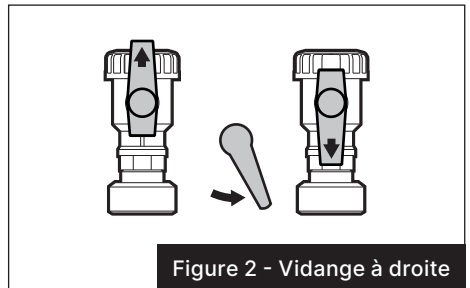
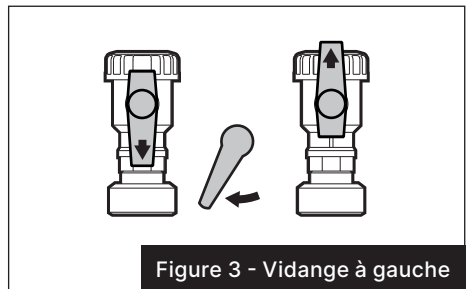

Figure 2 - Vidange à droite
Figure 3 - Vidange à gauche
5. Régler les vannes et l'inverseur de flux conformément à la **figure 2 - Vidange à droite**, ouvrir le robinet d'entrée d'eau puis ouvrir la vidange et allumer la pompe.
7. Régler les vannes conformément à la **figure 3 - Vidange à gauche** et inverser le flux.
8. Une fois le détartrage terminé, vider le circuit comme indiqué aux **figure 2 - Vidange à droite** et **figure 3 - Vidange à gauche**. Le circuit doit être rincé minutieusement afin d'éliminer le reste de solution détartrante. S'assurer que l'eau de l'installation est à pH neutre.